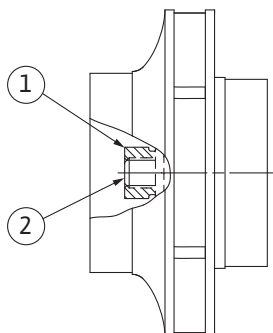

Fig. 106: Správná poloha matice oběžného kola po namontování
8. Pevně utáhněte hřídel plochým klíčem (velikost 22 mm) a utáhněte matici oběžného kola předepsaným utahovacím momentem (viz tabulka „Utahovací momenty“ [► 29]). Matice (Fig. 106, poz. 1) musí být přibližně  $\pm 0,5$  mm v jedné rovině s koncem hřídele (Fig. 106, poz. 2). Pokud tomu tak není, matici povolte a opakujte úkony podle kroků 4 až 8.